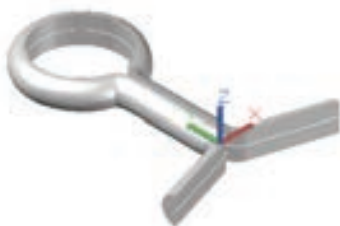

图 11-195 打开的销图形
1) 打开文件: 选择菜单栏中的“文件”→“打开”命令, 打开随书光盘文件 X:\源文件\11\立体图\销.DWG, 如图 11-195 所示。